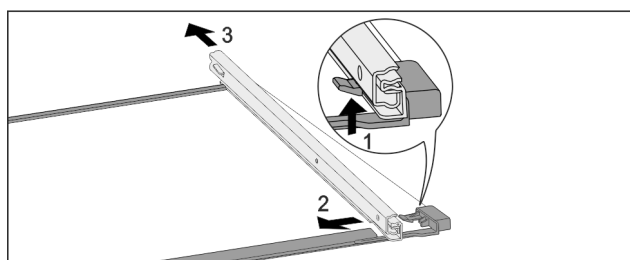

Fig. 241 Ripiano in vetro con guide
- Premere il gancio di fermo anteriore verso l'alto. Fig. 241 (1)
- Far scorrere la guida estraibile di lato Fig. 241 (2) e verso il lato posteriore Fig. 241 (3).